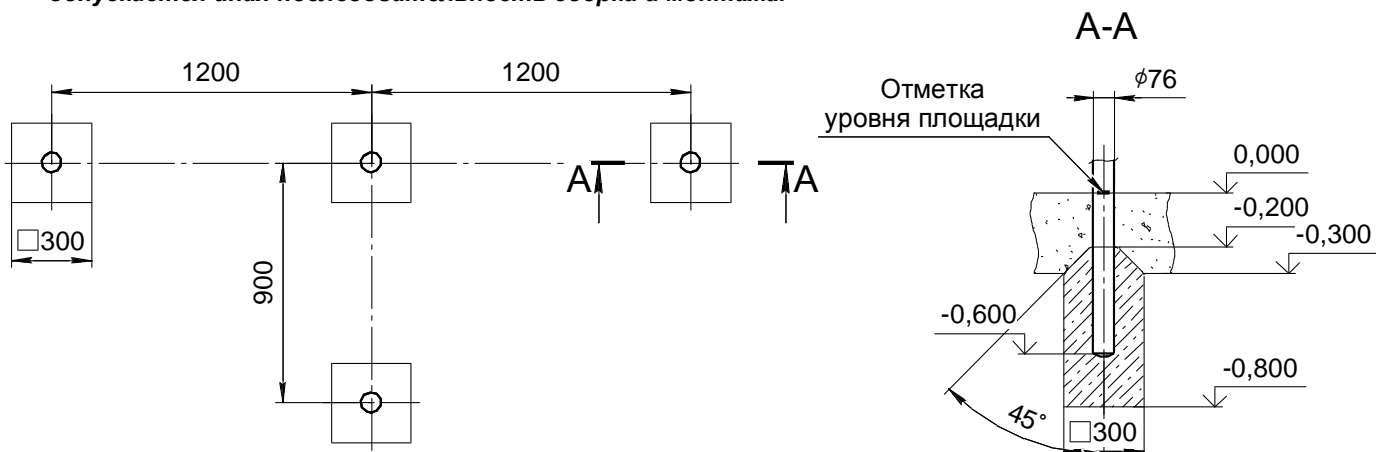

Рис. 2.
Размер площадки – см. рис.2.
10.3.1 Провести планировку участка. Подготовить фундаментные ямы согласно рис.2, глубиной 800 мм.
10.3.2.4 Выставить оборудование по уровню и забетонировать (рис. 2).